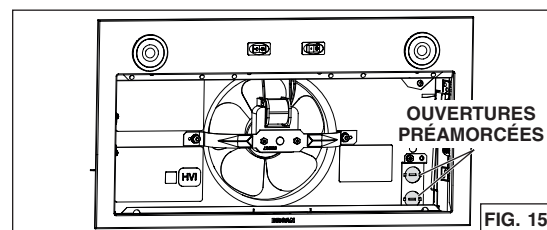

FIG. 15
4. Perforer **une** des deux ouvertures préamorcées (en gris dans la FIG. 15).